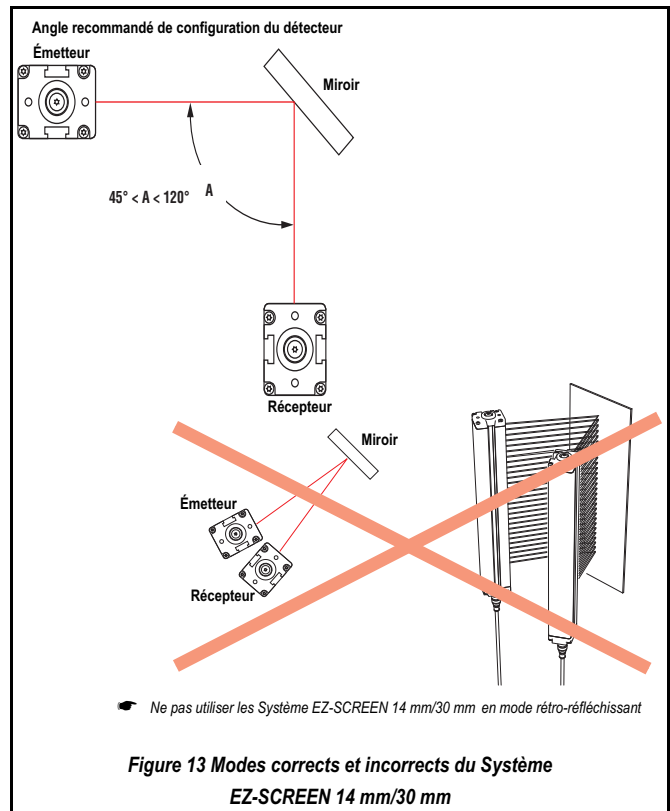

Figure 13 Modes corrects et incorrects du Système EZ-SCREEN 14 mm/30 mm
Si l'on utilise des miroirs, l'angle, au niveau du miroir, entre le faisceau incident provenant de l'émetteur et le faisceau réfléchi vers le récepteur doit se situer entre 45° et 120° (voir Figure 13 en page 30). Si l'angle est inférieur, comme illustré dans l'exemple, un objet dans la *barrière immatérielle* peut dévier un faisceau vers le récepteur, évitant ainsi d'être détecté (par exemple, *fausse alarme*). Un angle supérieur à 120° entraîne des difficultés d'alignement et le risque de *courts-circuits optiques*.
- 4) Orienter le miroir par rapport à l'émetteur et au récepteur de manière à voir la surface avant de l'émetteur si l'on se tient directement devant le récepteur ou vice-versa (voir Paragraphe 4.1.5 en page 30 et Figure 13 en page 30).